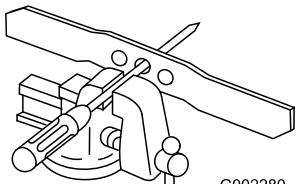

Figura 30
- Verificate il bilanciamento della lama collocando il foro centrale della lama su un chiodo o sul codolo di un cacciavite serrato orizzontalmente in una morsa (Figura 30).